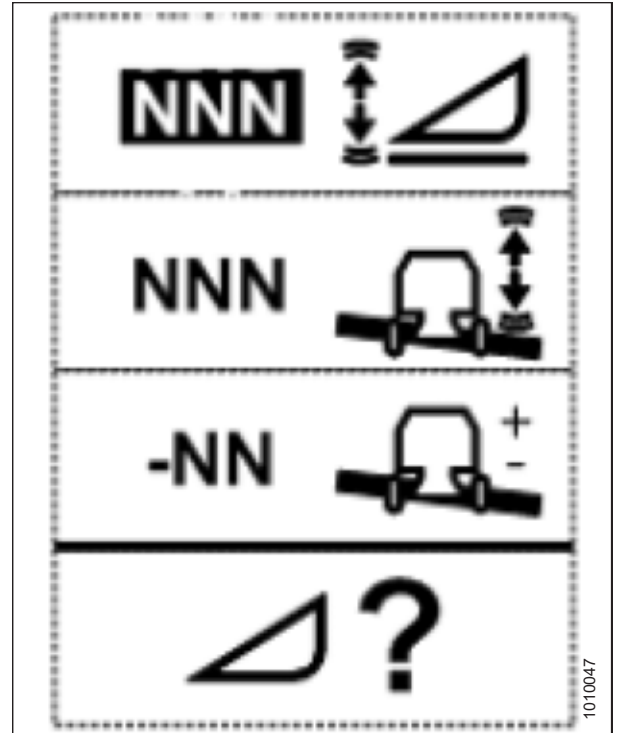

Abbildung 3.222: Bildschirm „Empfindlichkeit für Schneidwerkshöhe ändern“
1. Die Taste HEADER SETTINGS (Schneidwerkseinstellungen) (A) drücken. Die Seite HEADER SENSITIVITY CHANGE (Schneidwerksempfindlichkeit ändern) wird aufgerufen (siehe Abbildung 3.222, Seite 161).
2. Die Taste NACH OBEN (B) bzw. NACH UNTEN (C) drücken, um ein anderes Menüelement auszuwählen. Wie empfindlich die automatische Schneidwerkshöhenregulierung anspricht, ist mit Werten zwischen 0 (am wenigsten empfindlich) und 250 (am empfindlichsten) in 10er-Schritten einstellbar.